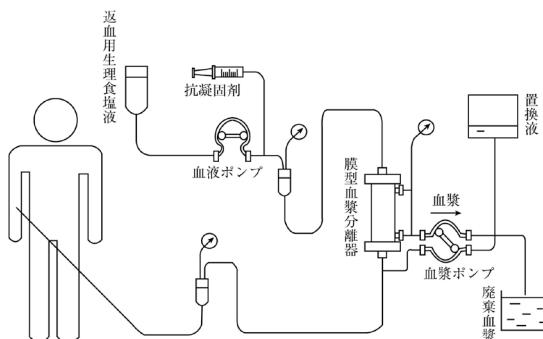

図 6. 終了操作
- 3) 脱血側回路を返血用生理食塩液に接続する(図6参照)。